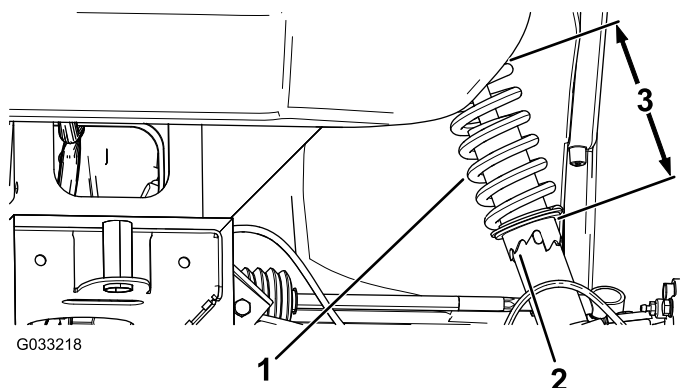

Figura 46
1. Usando la herramienta Toro 132-5069, gire el collarín del amortiguador para variar la longitud del muelle (**Figura 46**).